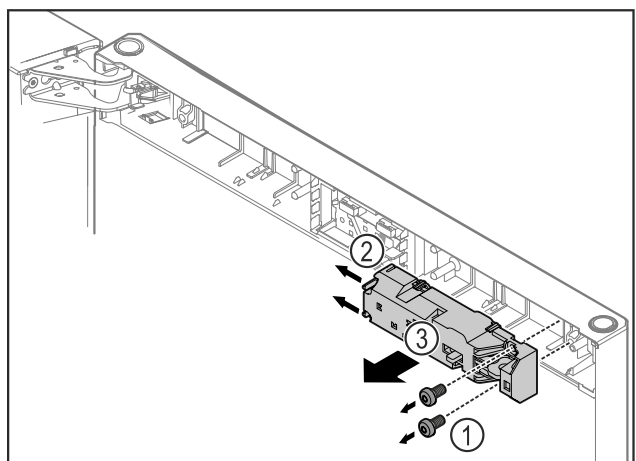

Fig. 12
- ▶ Odvrnite vijke Fig. 12 (1).
- ▶ Pritisnite jezičke Fig. 12 (2) na stranu i skinite daljinsku bravu Fig. 12 (3).